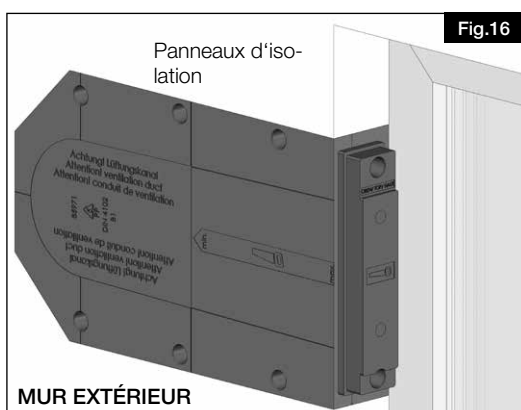
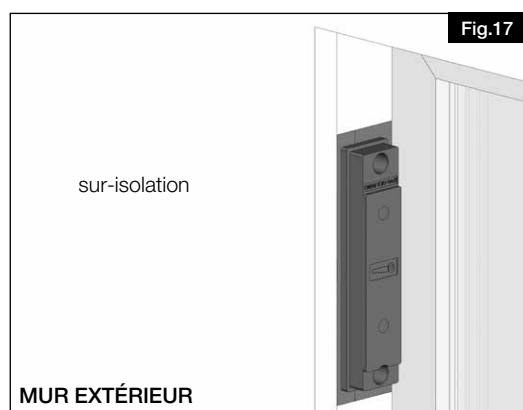

Fig.16
Fig.17
10. Installer les panneaux d'isolation et la sur-isolation (voir Fig.16 et Fig.17).